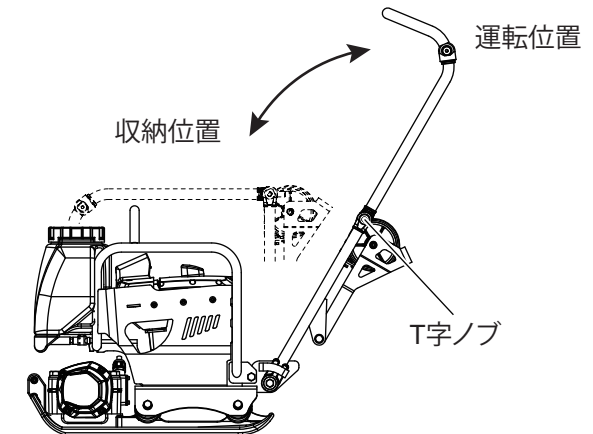

図 3
1. 防振中折れハンドルが、収納位置から運転位置に正しく作動するか確認してください。(図3)